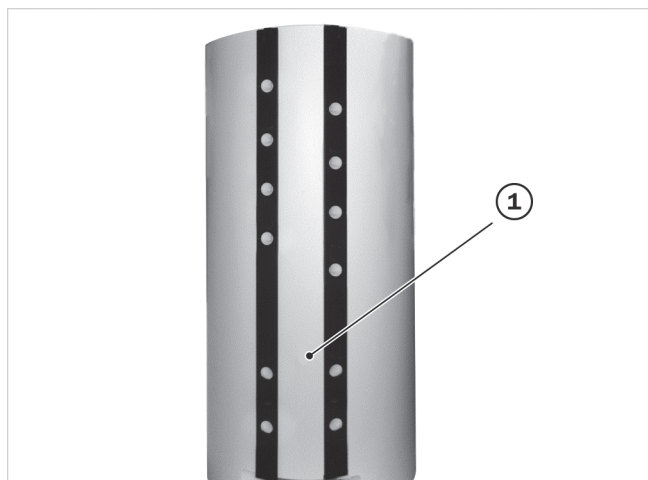

Fig. 7: Chiusura sul lato anteriore dell'isolamento
3. Infilare la parte isolante stretta tra le file di raccordi (v. → fig. 7 (1)).